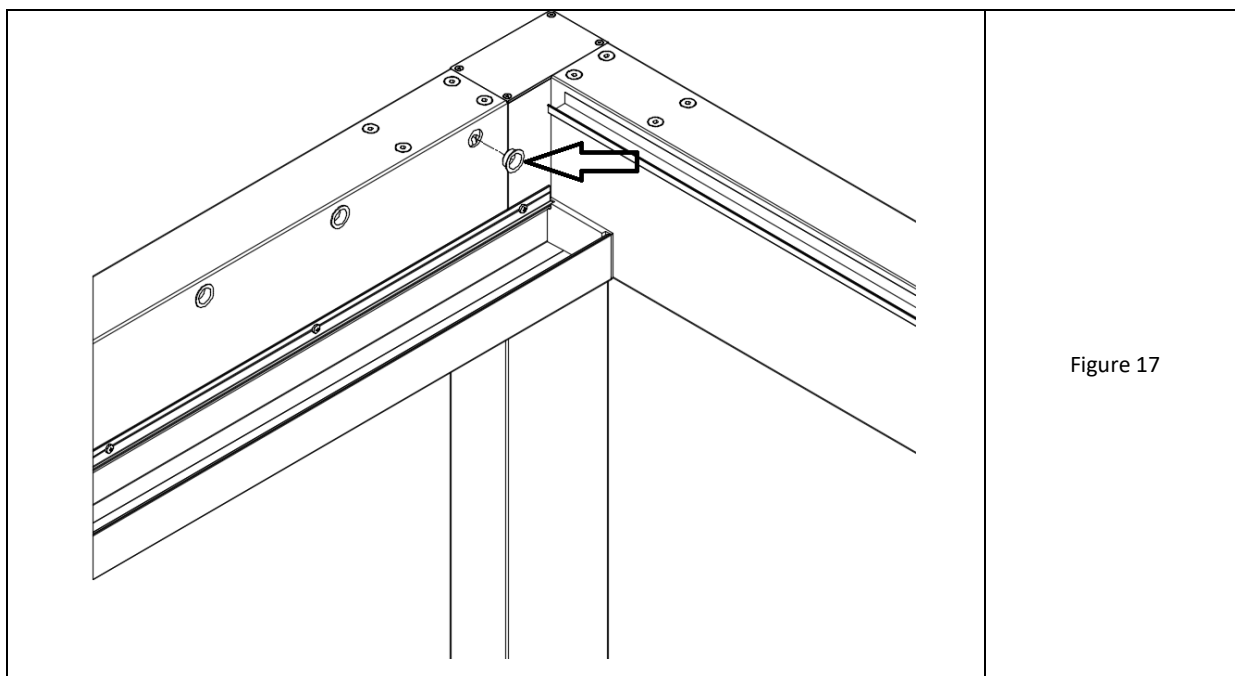

Figure 17
7. Aux ouvertures extrêmes des deux extrémités des poutres longitudinales, les bagues collectrices en plastique doivent être martelées en place sur la paroi latérale (fig. 17).